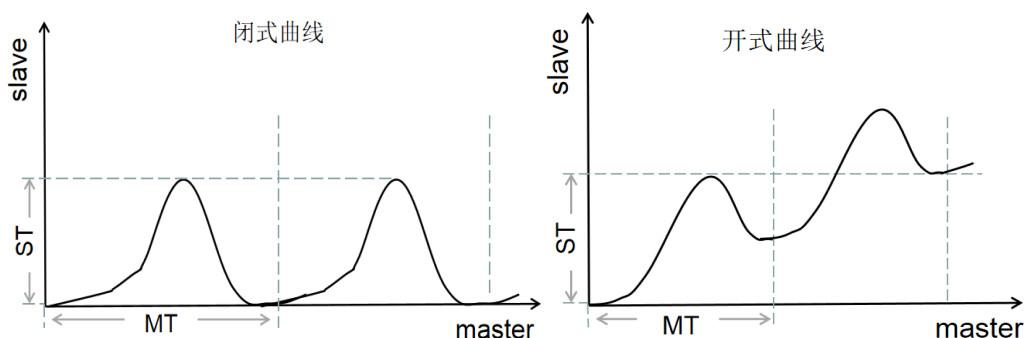

图 7.1.1 电子凸轮运动曲线
- (1) 电子凸轮属于多轴同步运动(速度位置同步)，这种运动(也叫 Follow 运动)是基于主轴和一个或者多个从轴系统。主轴可以是物理轴，也可以是虚拟轴(一种算法，没有实际的输出)；
- (2) 从轴可以跟随主轴的规划位置或者实际位置，从轴也可以直接跟随外部的编码器输入；
- (3) 从轴可以指跟随主轴的某个运动方向(正向或者负向)或者双向跟随；
- (4) 与从轴之间的同步，通过用户设定的多个数据段自动规划，每个数据段包含主轴位移，从轴位移，速度规划类型三个参数，即主轴在完成设定位移的过程中，从轴也自动完成设定位移，这个过程的速度曲线由速度规划类型决定；
- (5) 每个从轴有两个 FIFO 用于缓存同步数据段，每个 FIFO 最多可以存储 32 个数据段，通过手动切换，其中一个 FIFO 的数据用完后会自动切换到另外一个 FIFO；
- (6) 通过配置 FIFO 的循环次数，可实现从轴周期性的跟随；
- (7) 同步的启动可以配置为立即启动，也可以配置为主轴穿越某个位置时自动启动；
- (8) 启动位置和终点位置是否一致可以将电子凸轮曲线分为闭式曲线和开式曲线，如图 7.1.1；